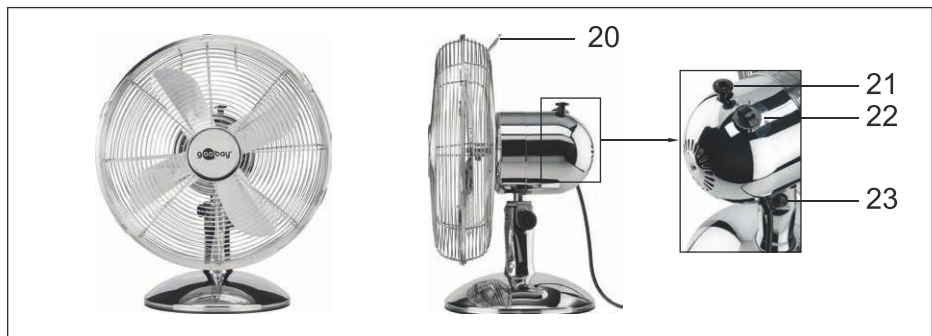

Fig.85: Färdigmonterad bordsfläkt
1. Lyft endast fläkten i grepp (bild 85, nr 20) och ställ den på en dammfri, stabil och horisontell yta.
4. Lossa skruven för inställning av lutning (bild 85, nr 23).
Luftflödet kan ställas in i tre olika steg med vredet (bild 85, nr 22):
PÅ: Tryck ned stiftet för rotationsinställning (bild 85, nr 21) på motorhöljet.